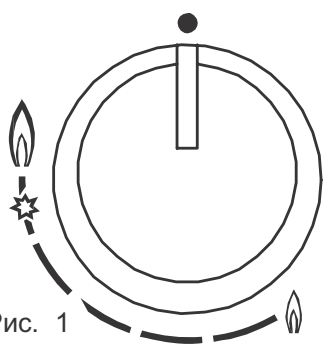

Рис. 1
Поверните соответствующую рукоятку против часовой стрелки до положения «Сильный огонь» (Рис.1) и нажмите на нее.
В отсутствие электричества вы можете зажечь конфорку с помощью спичек, установив рукоятку напротив пиктограммы поджига (Сильный огонь, Рис. 1)
- Всегда следите, чтобы рукоятки находились в позиции "выключено" (см. рис.1), когда плита не работает.
- Если огонь случайно погаснет, то через несколько секунд клапан безопасности автоматически перекроет доступ газа. Чтобы восстановить работу плиты, вновь поверните рукоятку к пиктограмме поджига (Сильный огонь, Рис. 1) и нажмите на нее